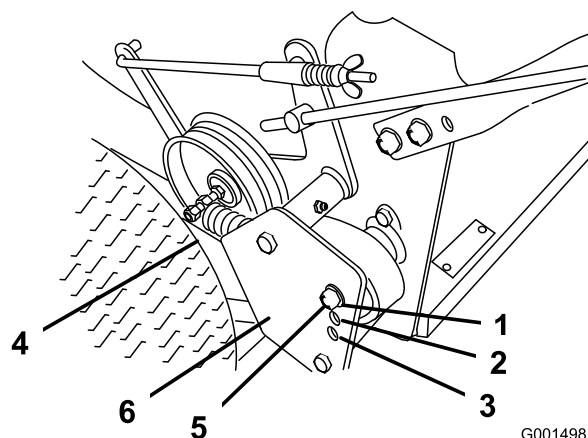

Figure 10
4. Décrochez le ressort d'entraînement du boulon de réglage (Figure 10).
5. Enlevez le contre-écrou de fixation du boulon de réglage à la protection de la poulie d'entraînement (Figure 10).
Remarque: La tension de la courroie de transmission aux roues est au minimum quand l'ensemble boulon est en Position A. La tension augmente aux Positions B et C (Figure 10).